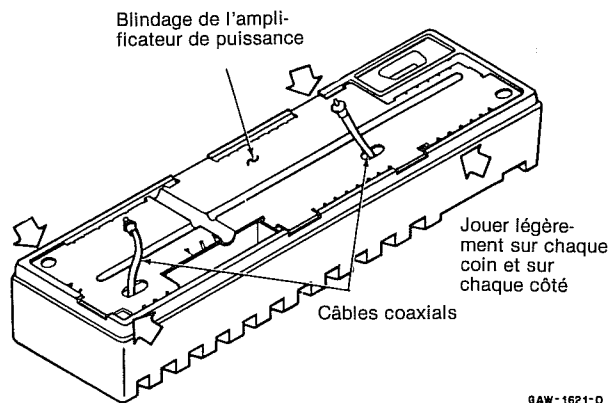

Figure 15
(1) Déposez le blindage en jouant avec soin sur chaque coin et sur chaque côté jusqu'à ce que vous puissiez facilement faire glisser le blindage (voir figure 15) en guidant les câbles coaxiaux.